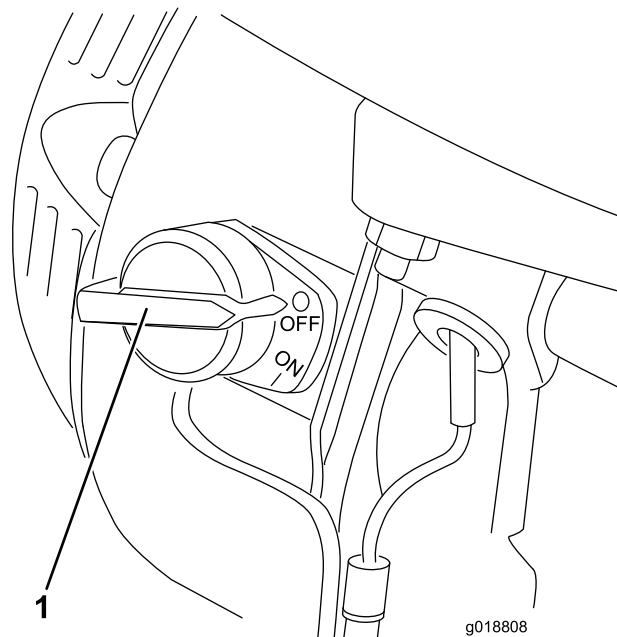

Figure 10
La commande Marche/Arrêt (Figure 10) permet de démarrer et d'arrêter le moteur. Cette commande est située à l'avant du moteur. Elle porte les lettres I (marche) et O (arrêt). Tournez la commande en position de marche (ON) pour démarrer le moteur et le faire tourner. Tournez la commande en position d'arrêt (OFF) pour arrêter le moteur.